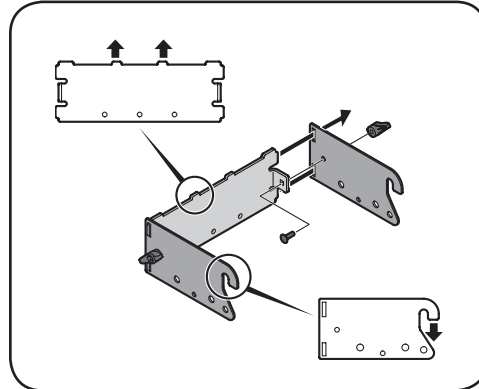

Figure 4-6
2. Insérez l'axe de chape (711-0309A) de l'ensemble de quincaillerie 689-00312 dans le trou d'attelage du tracteur, puis fixez-le avec une goupille fendue (714-0117). Voir Figure 4-6.